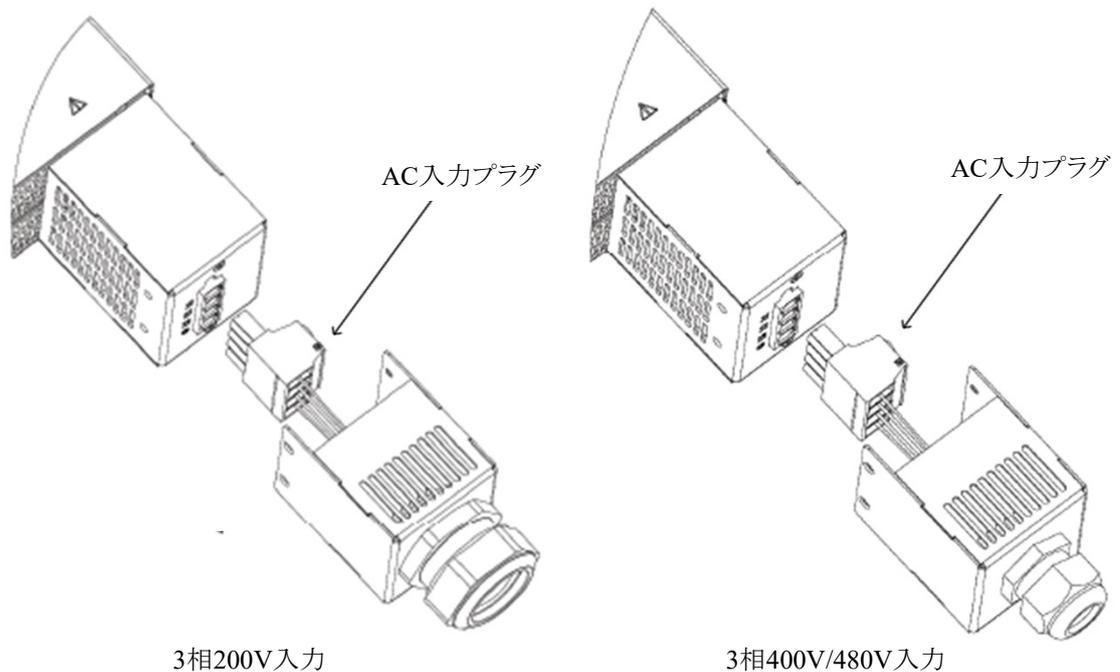

図4-16 AC入力プラグ接続用AC線のACプラグへの取り付け方法 (GSP10kW/15kW)
4. 図4-16に示すようにAC入力プラグ接続用AC線をAC入力プラグに挿入します。その後AC入力プラグのネジ締めを行います。